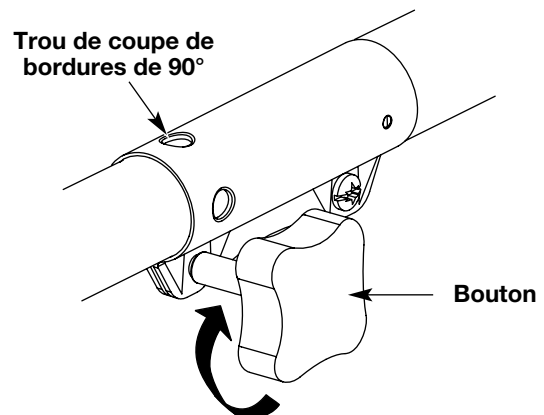

Fig. 16
3. Serrez le bouton en le tournant à droite (Fig. 16).
Pour couper les bordures à l'aide de la tête d'accessoire de coupe sur les modèle EZ-LinkMC, verrouillez le bouton de déclenchement de l'accessoire de coupe dans le trou de 90° (Fig. 16).